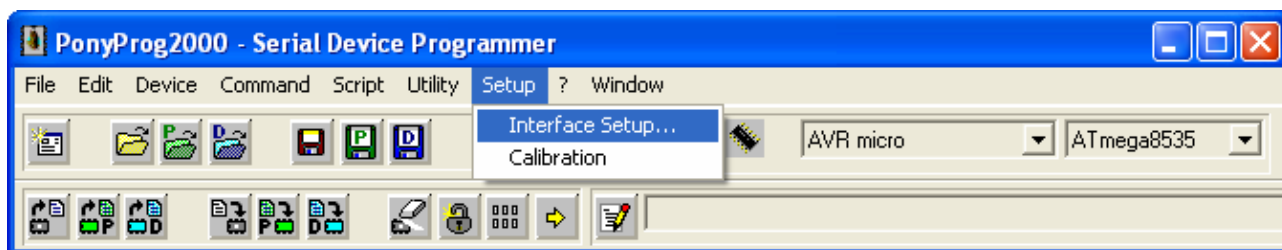

Рис. 3 – Главное окно Pony Prog.
3.8 В линейке меню главного окна открыть меню Setup – Interface Setup (рисунок 3).